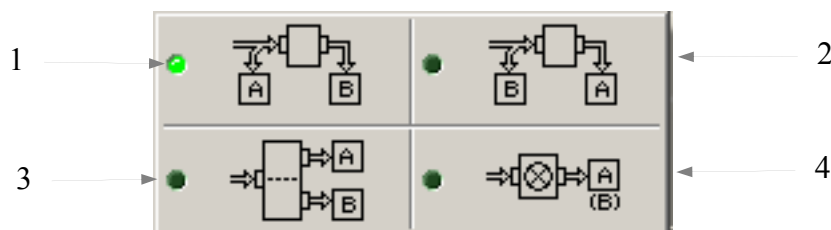

Рисунок 9.2
9.2 Выбор режима измерения осуществляется из графического списка (рисунок 9.2), который вызывается по щелчку мыши на панели управления режимом измерения. Текущий режим измерения отмечен индикатором. Для выбора другого режима измерения необходимо щелчком мыши выбрать соответствующую пиктограмму. Соответствие пиктограмм режимам измерения приведено в таблице 9.1.